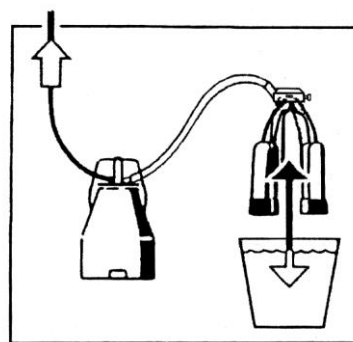

Рис. 14
8.1 После окончания доения необходимо закрыть крышку бидона, смыть гряз с доильной машины чистой водой, как показано на рисунке 13. Вложить очищенную аппаратуру в ведро с горячей водой или дезинфицирующей жидкостью и запустить вакуумную установку. Промыть, таким образом, несколько раз доильную аппаратуру, шланги и бидон, в конце промыть все чистой водой для того, чтобы смыть остатки дезинфицирующей жидкости, как показано на рис. 14.